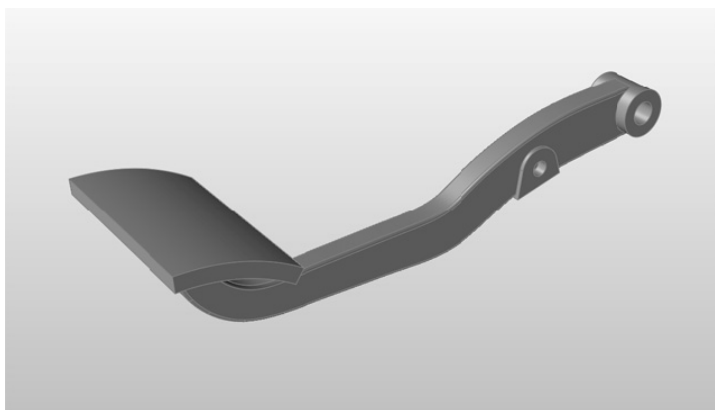

图 6-2
- 1) 使用鼠标右键调整视图，使模型位置调整至如图 6-2 所示。